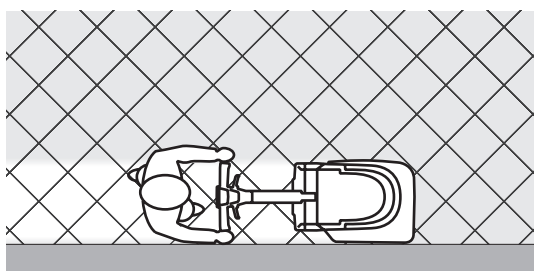

Figura 3
6. Maniobrar la máquina con las manos en las perillas (6) y empezar el trabajo de lavado/secamiento del suelo.
*Las perillas (6) están dotadas de un sensor para el arranque del cepillo y de la solución detergente solo si el operador tiene las manos por lo menos en una de las perillas.*
8. Para recoger residuos de medianas/grandes dimensiones, levantar la boquilla delantera apretando la palanca (7). Para que la boquilla delantera se quede constantemente levantada apretar la palanca (7) y bloquearla con la tecla (9A).
9. Si necesario, para utilizar y mantener libre la inclinación del manillar, apretar la palanca (8) y bloquearla con la tecla (9B).
*Para desbloquear la función de las teclas (9A 9B) y volver con la boquilla delantera bajada o con el manillar en posición fija, apretar brevemente la palanca de la boquilla (7) o la palanca de inclinación del manillar (8).*
10. En caso de suelo con suciedad particularmente resistente, es posible aumentar la presión del cepillo en el suelo girando la perilla (19) en sentido antihorario. Girar la perilla (19) en sentido horario para disminuir la presión.
*Para un correcto lavado/secamiento de los suelos en los bordes de las paredes, Clarke sugiere acercarse con el lado derecho de la máquina como indicado en la figura 3.*